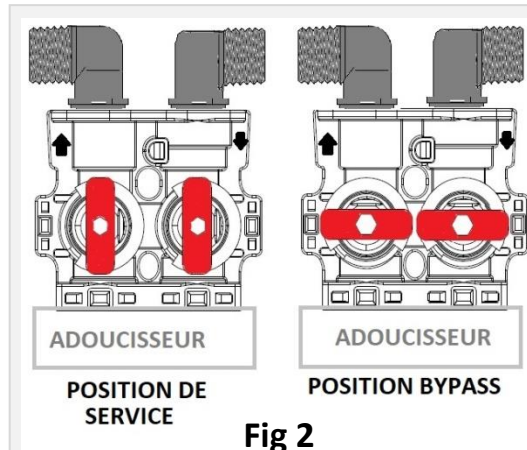

Fig 2
- Placez l'adoucisseur à l'endroit désiré. L'appareil est livré avec deux raccords coudés NPT mâle 90° ¾ po (voir fig. 1). Vous pouvez les faire pivoter à n'importe quel angle en fonction de votre installation. **Assurez-vous que la soupape de dérivation est en mode bypass comme indiqué sur la figure 2.**
- Avec la clé hexagonale (comprise), ouvrez partiellement la valve d'entrée de l'adoucisseur (**fig 2**) ATTENTION : l'eau doit remplir le réservoir lentement. Une fois que le réservoir est plein, vous pouvez ouvrir complètement la valve d'entrée. Cette précaution vise à empêcher la pousse de résine dans la tête de commande par la pression de l'eau.